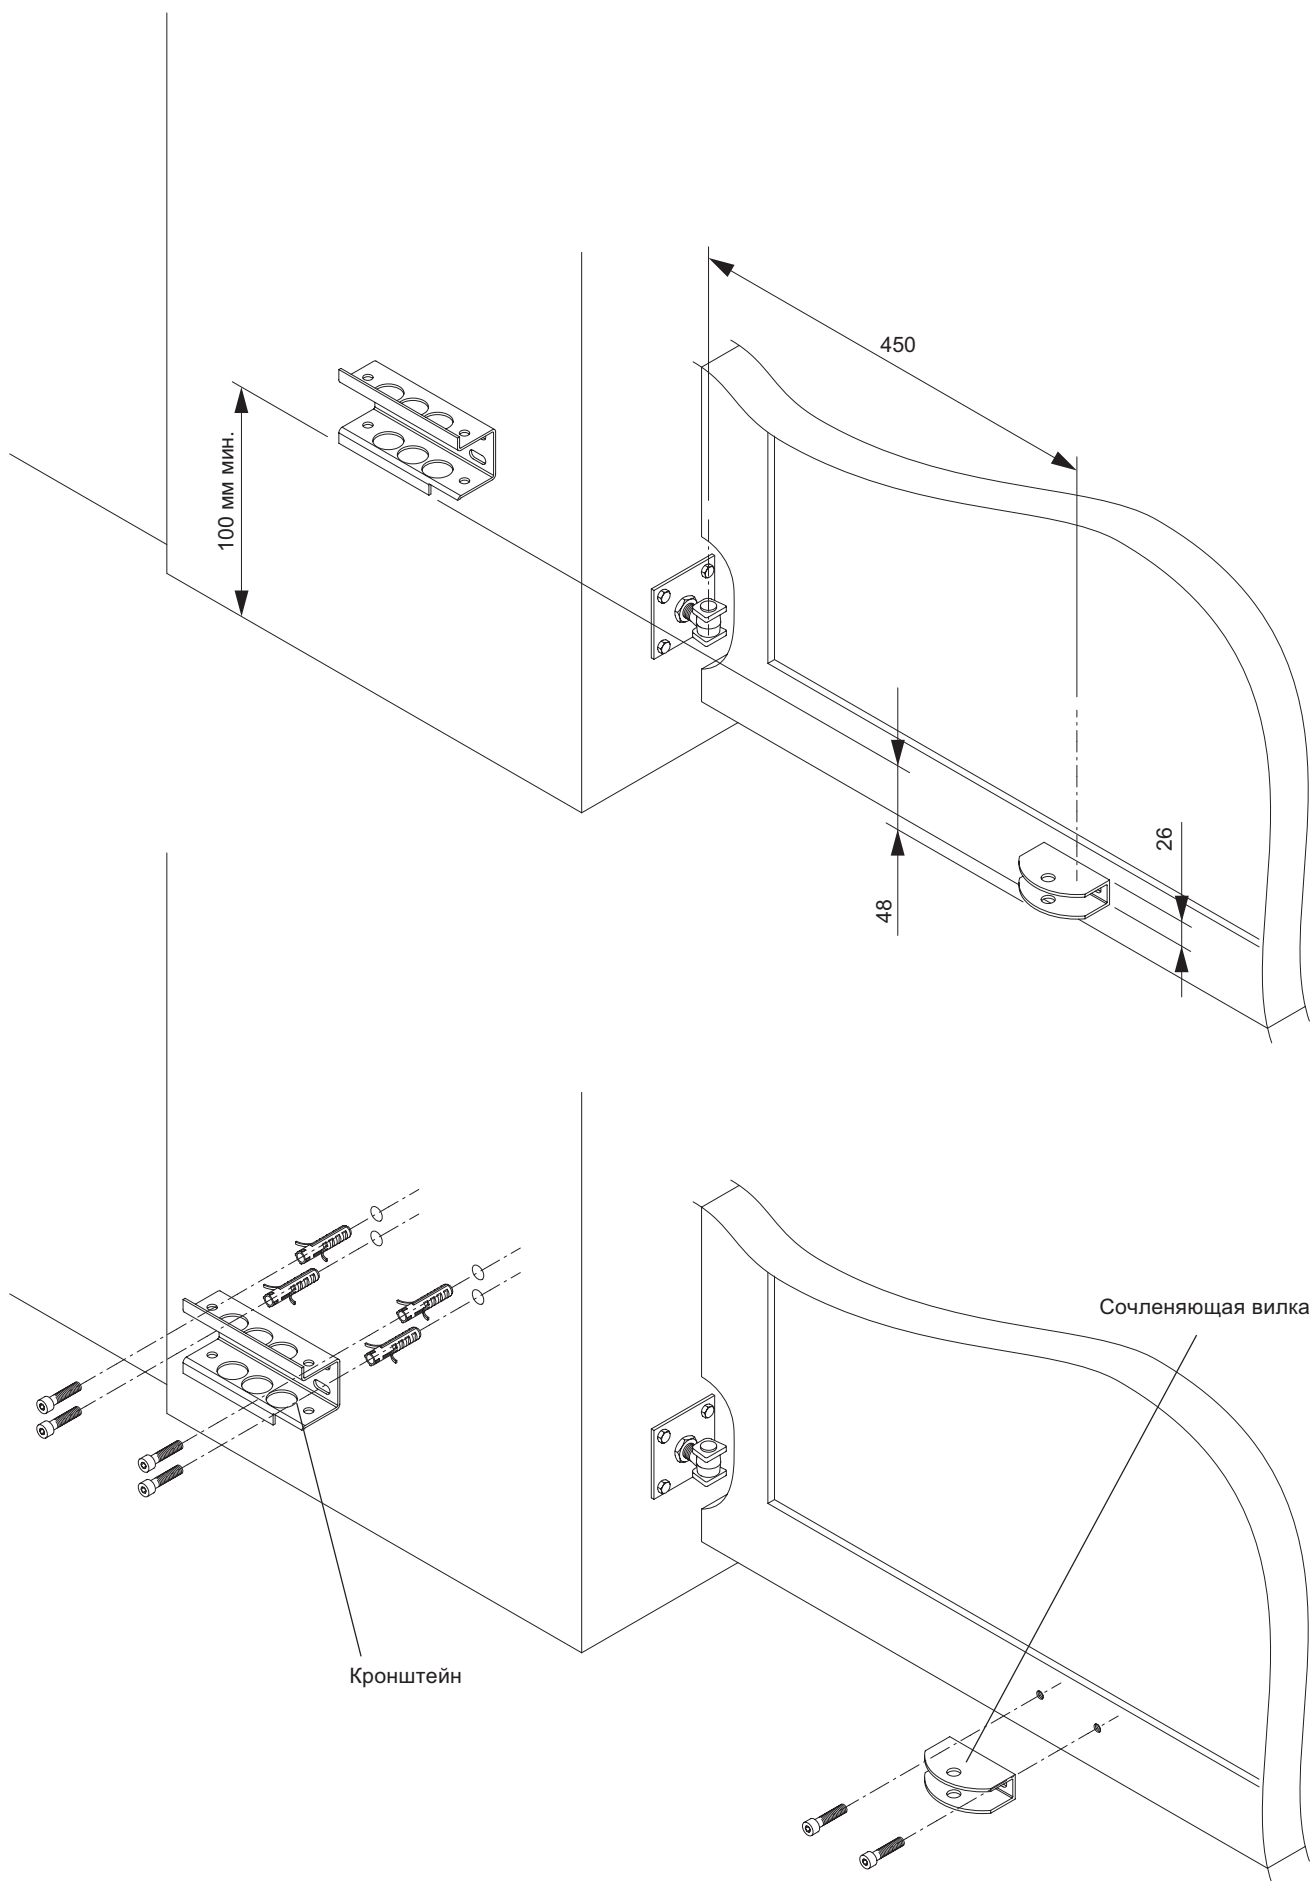

Рис. 2
5. Крепление кронштейна (Рис. 2)